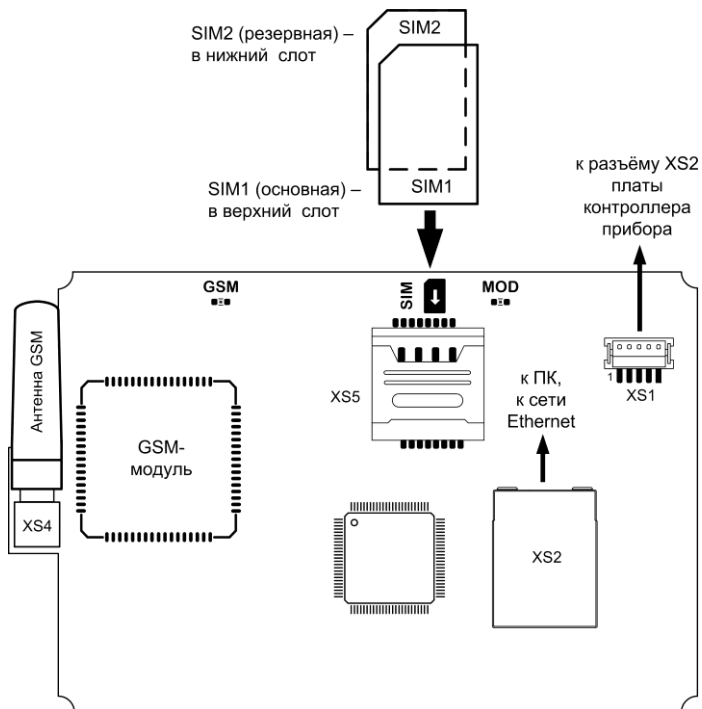

Рис.3 Внешний вид GE коммуникатора. Установка SIM-карт
- При наличии GE коммуникатора подключите ethernet-кабель к розетке 8P8C XS2 и установите SIM-карту(ы) в слот XS5 GE коммуникатора (см. рис.3).
SIM-карты следует подключать при **выключенном питании** прибора (сеть 220 В и аккумуляторная батарея), контактами к плате и срезом как показано на рис.3.
- при наличии GE коммуникатора подключите ethernet-кабель к розетке 8P8C XS2 и установите SIM-карту(ы) в слот XS5 GE коммуникатора (см. рис.3).